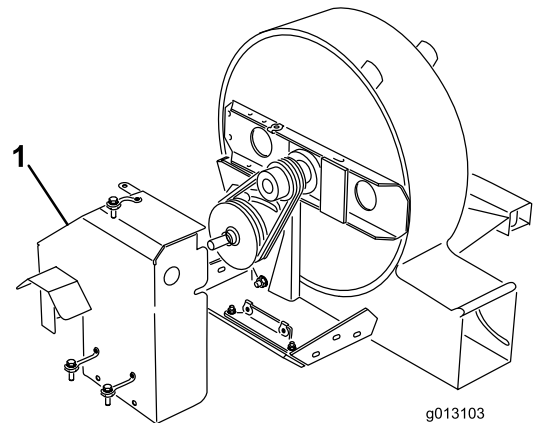

Figura 7
1. Afloje los 3 pernos que fijan la protección de correa al marco del soplador (Figura 7). Retire las protecciones de correa.
- 6. Instale la protección de correa y ajuste las fijaciones de montaje (Figura 7).